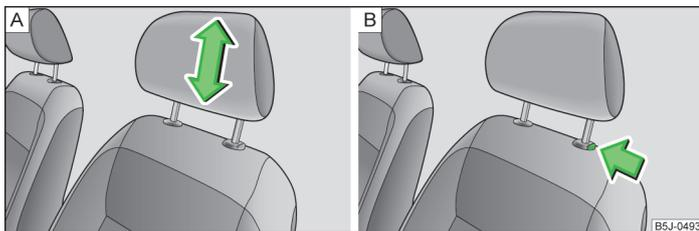

Fig. 43 Reposacabezas: ajustar / desmontar
- Coger el reposacabezas por los lados con las dos manos y tirar a discreción de él hacia arriba » fig. 43 - A.
- Si se desea desplazar el reposacabezas hacia abajo, pulsar y mantener pulsada la tecla de seguro » fig. 43 - B con una mano, y con la otra mano desplazar el reposacabezas hacia abajo.
- Pulsar la tecla del seguro en el sentido de la flecha » fig. 43 - B y extraer el reposacabezas.